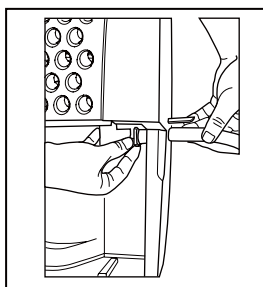

fig. 3
- Atornille la manguera a la porción roscada de la bandeja debajo de la abertura del recipiente. (fig.3)